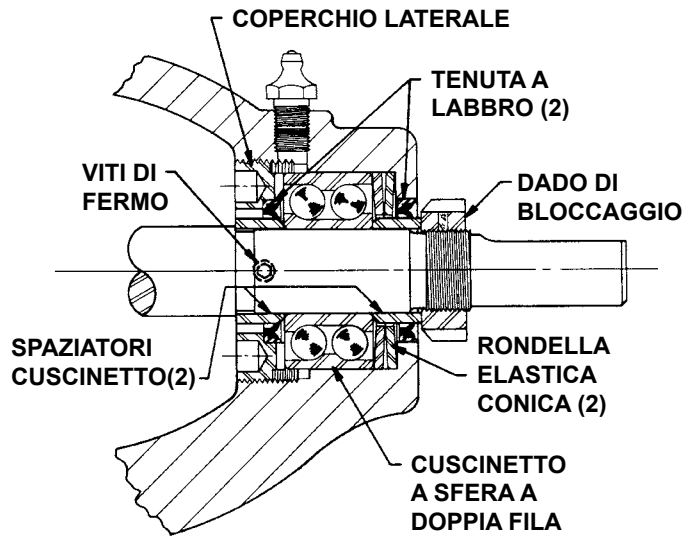

FIGURA 7 - SEZIONE TRASVERSALE AREA CUSCINETTO REGGISPINTA
8. Per rimuovere le parti del cuscinetto reggispinta, Figura 7, allentare per prima cosa la vite che blocca il coperchio laterale. Rimuovere quindi il coperchio laterale consentendo la rimozione del cuscinetto a sfera e la rondella elastica conica. I cuscinetti devono essere completamente lavati ed esaminati. Se dovesse esserci evidenza di usura o danneggiamento si andrebbe utilizzato un cuscinetto nuovo.
Esaminare le chiusure del supporto e del coperchio. Queste chiusure sono molto importanti nel montaggio e devono essere sostituite se non sono in condizioni più che ottime. Costituiscono praticamente una tenuta fatta di grasso per il cuscinetto a sfera ed agiscono anche da schermo per evitare che polvere o particelle abrasive possano entrare nel cuscinetto. Quando si installano nuove chiusure, assicurarsi che siano montate con le labbra di fronte come mostrato in Figura 7.